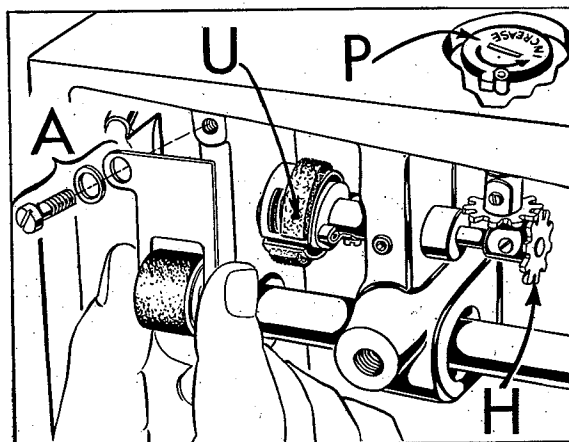

Fig. 24
12. Armese el rodillo alimentador de aceite del gancho (A, Fig. 24), y hagase girar la copa medidora de modo que el rodillo haga contacto con la copa medidora en el punto (U, Fig. 24) en la dirección de aumento hasta que la proyección se detenga en el pasador de parada (este es el máximo de suministro de aceite) e instálase el diente (H, Fig. 24) en el eje de control de aceite del gancho. Después de engranar el diente, apriétese bien el tornillo de sujeción.